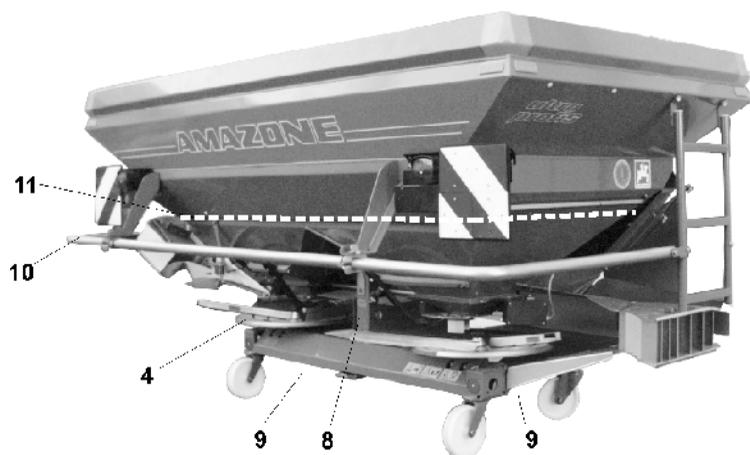

Fig. 2
- Discos de esparcido Omnia-Set (Fig. 2/4)
- Protección de cadena del accionamiento del agitador (Fig. 2/8)
- Protección de eje entre engranaje medio y engranaje angular (Fig. 2/9)
- Estribo tubular de protección (Fig. 2/10)
- Reja de protección en el recipiente (Fig. 2/11)